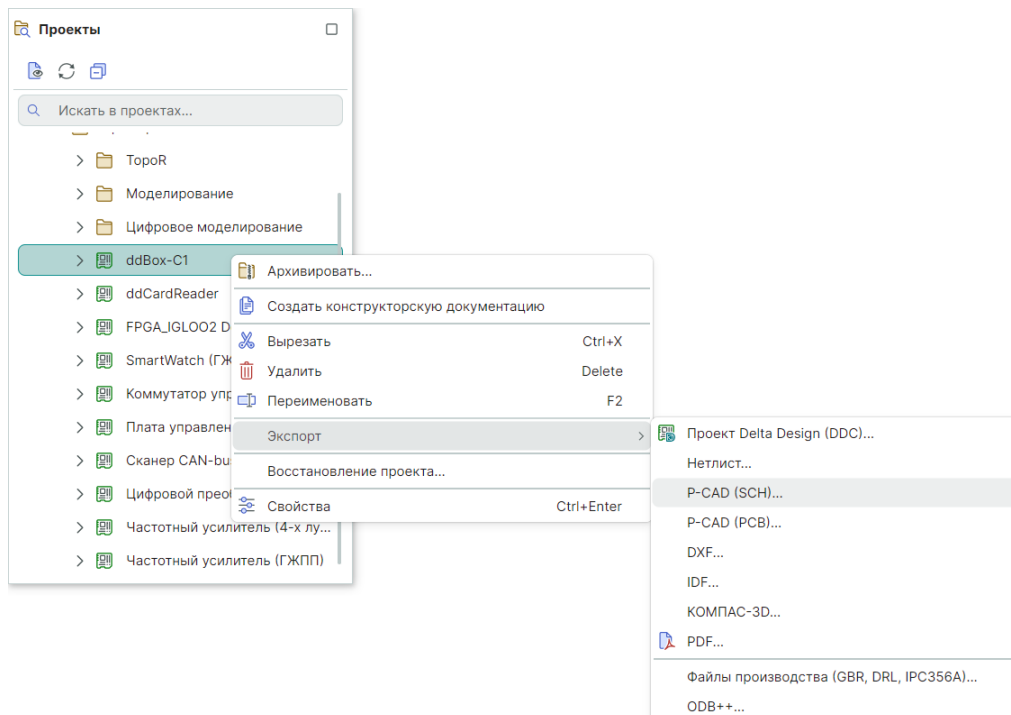

Рис. 39 Вызов экспорта схемы проекта Delta Design из панели "Проекты"
1. Вызовите контекстное меню с выбранного проекта платы Delta Design и выберите «Экспорт» → «P-CAD (SCH)...», см. Рис. 39.